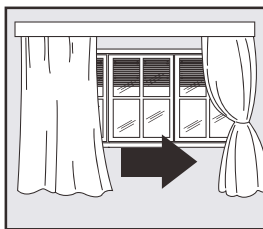

Рис. 15
2. Защитите помещение от прямого воздействия солнца, частично закрыв шторы и/или жалюзи, чтобы исключить лишние теплопотери при работе прибора (рис. 15).